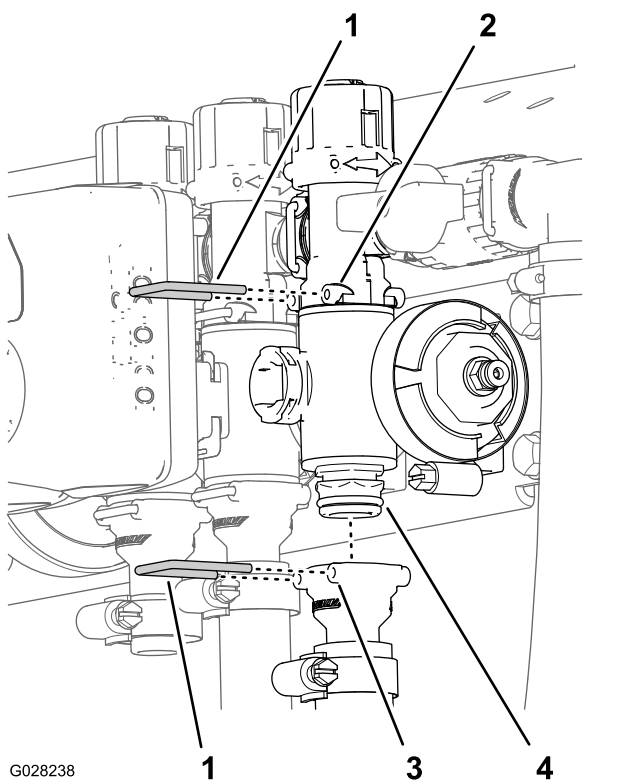

Рисунок 75
2. Снимите держатели, которые крепят выпускной штуцер к коллектору клапана секции и коллектор клапана к перепускному штуцеру (Рисунок 75).